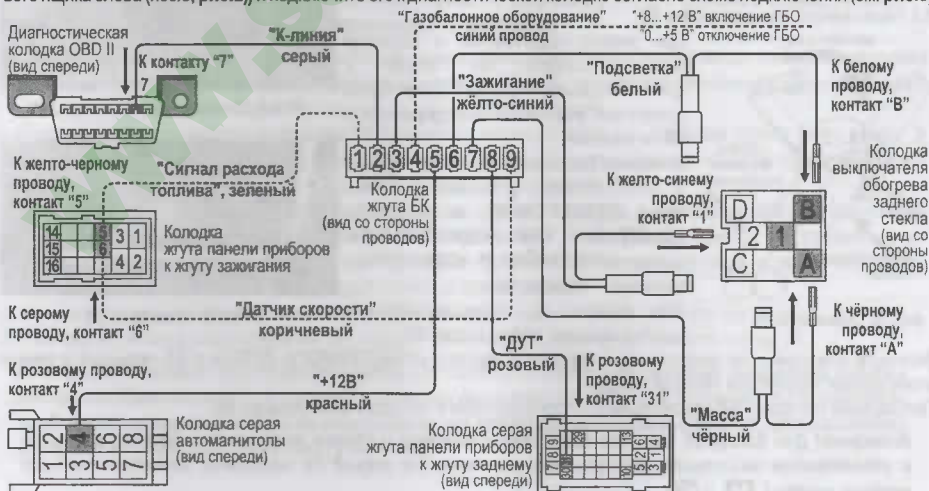

Рис.5 Схема подключения
3.1.8 Отсоедините колодку выключателя обогрева заднего стекла и произведите подключения согласно **рис.5**:
3.1.11 Протяните серый провод К-линии из жгута до диагностической колодки (поз.1, рис.8), (находится внутри вещевого ящика слева (поз.3, рис.2)) и подключите его к диагностической колодке согласно схеме подключения (см. рис.5).